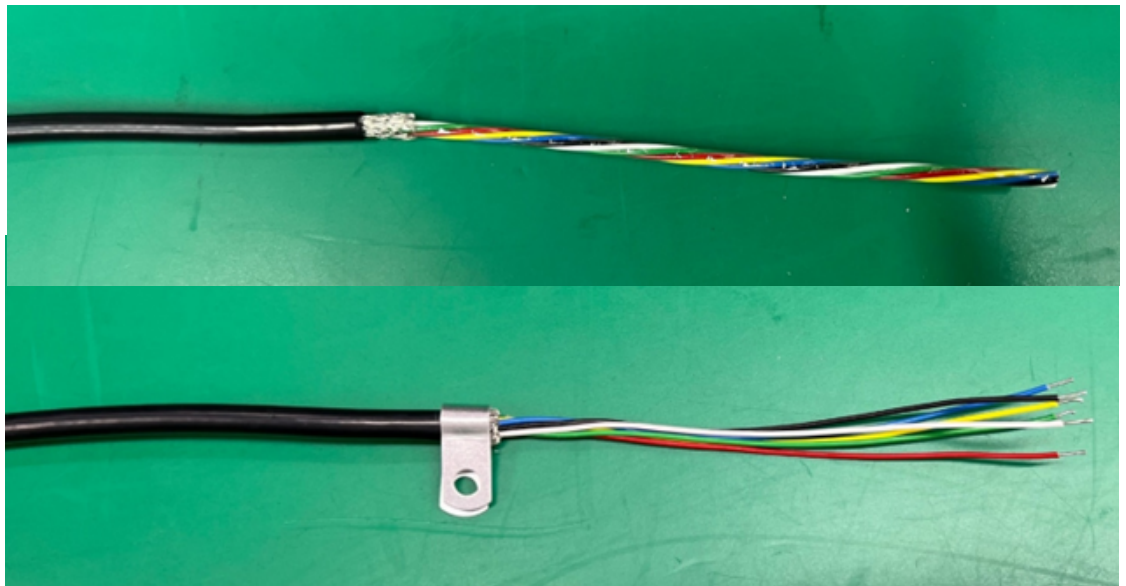

Figura 2-28: Cavo cella di carico con attacco a baionetta
4. Posizionare il fermaglio di messa a terra fornito con il terminale sulla parte scoperta del filo della schermatura (v. Figura 2-28).